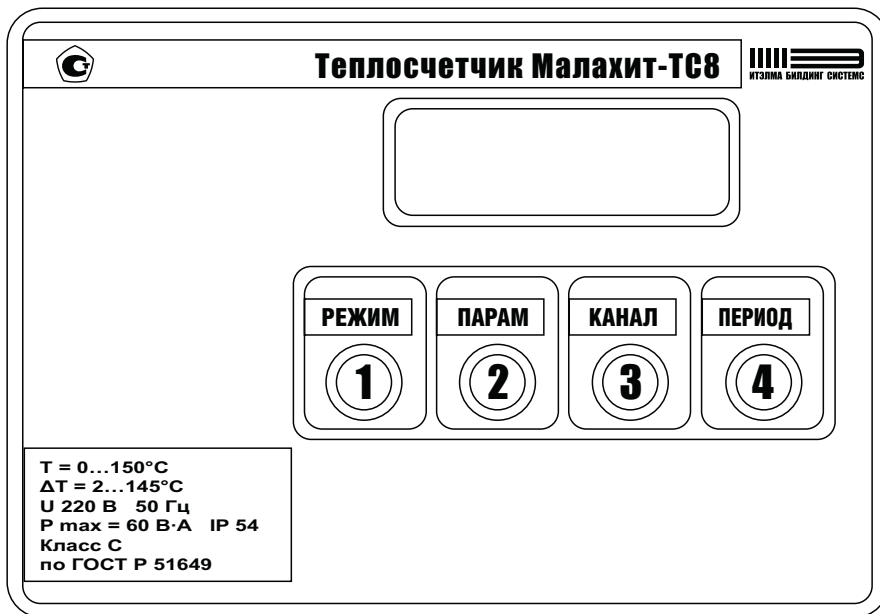

Рис.9
- 2.3.2.2 Для пользования меню на передней панели электронного блока расположены четыре управляющие кнопки, обозначаемые в дальнейшем «Режим», «Параметр», «Канал», «Период», показанные на *рис. 9*.